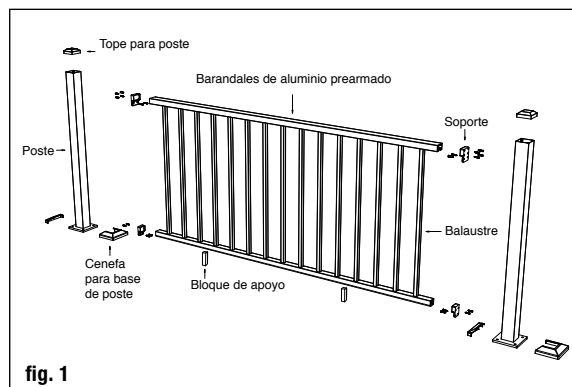

fig. 1
Paso 6 Mida la distancia entre los postes instalados para determinar la longitud de los barandales superior e inferior (fig. 1). Coloque el riel adyacente a los postes instalados. La distancia entre el poste y el primer balaustre debe ser menos de 10.2 cm (4 pulg.) e igual en ambos extremos. Marque la longitud en los barandales superior e inferior. Corte 12.7 mm (1/2 pulg.) adicionales de ambos extremos (2.5 cm [1 pulg.] en total) para que el soporte quepa entre el barandal y el poste. Recorte los barandales superior e inferior a la longitud deseada.